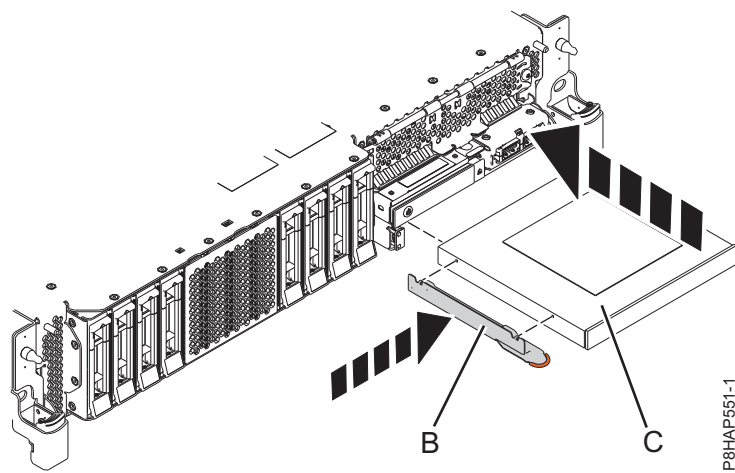
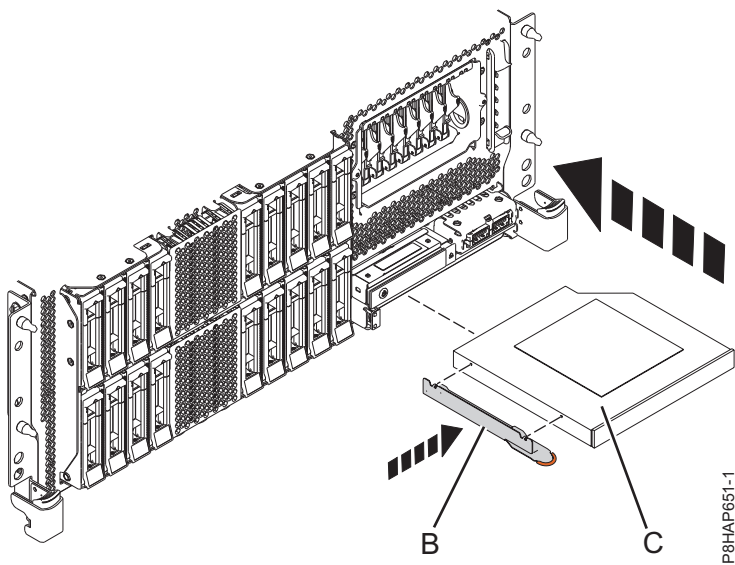
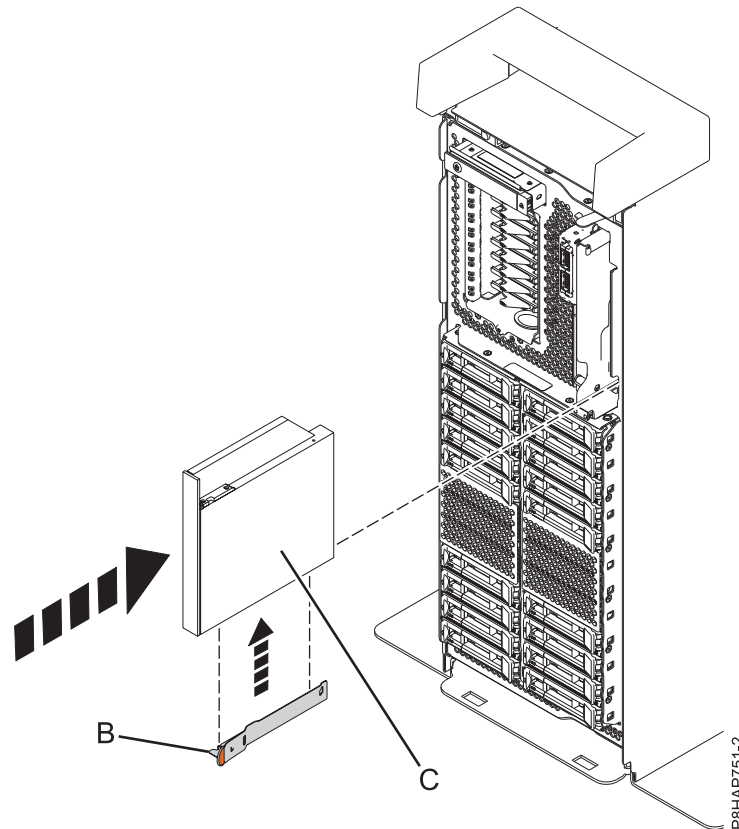

Figure 57. Remise en place d'une unité de stockage extra-plate sur un système 5148-21L, 5148-22L, 8247-21L, 8247-22L, 8284-21A, ou 8284-22A
Figure 58. Remise en place d'une unité de stockage extra-plate sur un système 8247-42L, 8286-41A ou 8286-42A monté en armoire
Figure 59. Remise en place d'une unité de stockage extra-plate dans un système autonome
6. Fixez le crochet de fixation (**B**) sur la nouvelle unité de stockage extra-plate, comme illustré dans figure 57, à la page 66 pour un système 5148-21L, 5148-22L, 8247-21L, 8247-22L, 8284-21A, ou 8284-22A, figure 58, à la page 66 pour un système 8247-42L, 8286-41A ou 8286-42A monté en armoire, ou figure 59, à la page 67 pour un système 8286-41A autonome.
Pour un système 5148-21L, 5148-22L, 8247-21L, 8247-22L, 8284-21A, ou 8284-22A, voir figure 57, à la page 66, pour un système 8247-42L, 8286-41A ou 8286-42A monté en armoire, voir figure 58, à la page 66, ou pour un système 8286-41A autonome, voir figure 59, à la page 67.